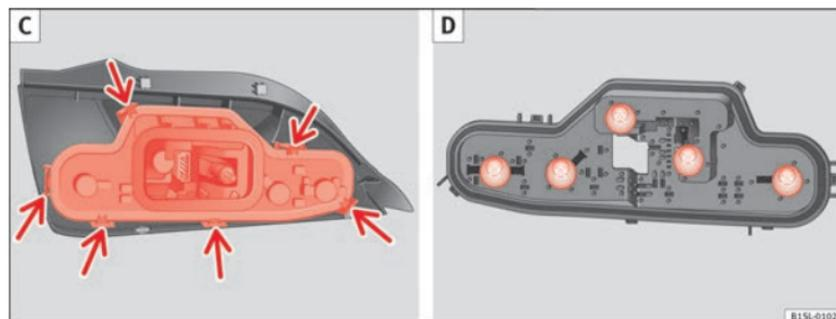

Fig. 156 Grupo óptico trasero: C: Desmontar el porta-lámparas, D: Desmontar las lámparas.
9. Desbloquee el portalámparas en las bridas de bloqueo (flecha) ⇒ fig. 156 C y extraiga el portalámparas de la luz trasera.
10. Sustituya la lámpara averiada por una lámpara nueva idéntica ⇒ fig. 156 D.
11. Coloque el portalámparas en el grupo óptico trasero. Las lengüetas de bloqueo (flecha) deben encastrar de forma audible ⇒ fig. 156 C.